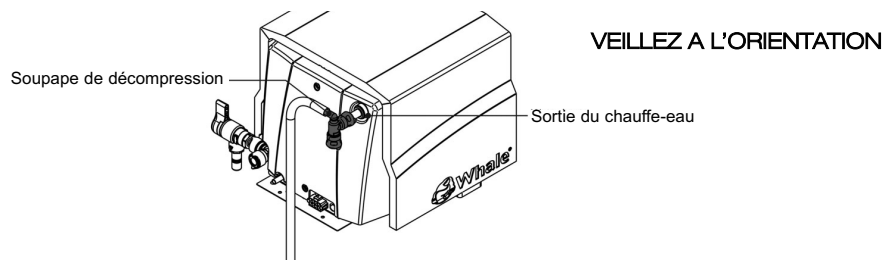

Fig. 24 Soupape de décharge installée
- c. Glissez la soupape de décharge dans la sortie du chauffe-eau. Veillez à ce que le raccord doit bien enfoncé, correctement positionné et étanche. Veillez à orienter l'ensemble de la soupape de décharge comme indiqué dans la Fig. 24.